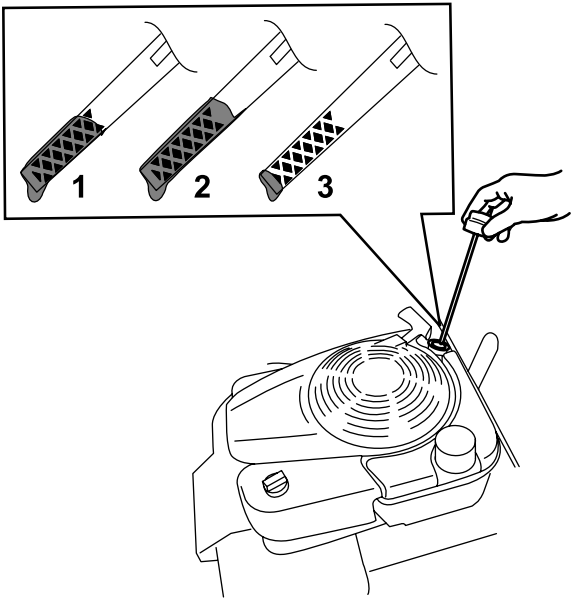

Figura 29
3. Retire la varilla girando el tapón en el sentido contrario a las agujas del reloj y tirando del mismo (Figura 29).
10. Observe el nivel de aceite en la varilla (Figura 29).